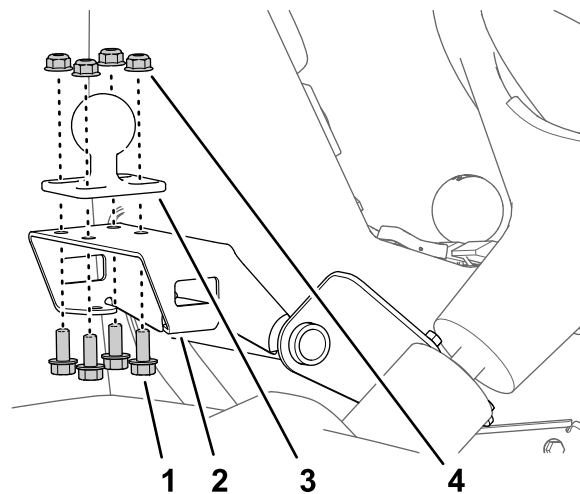

Figura 163
- Monte el soporte de bola en el soporte del monitor (**Figura 163**) con los 4 pernos con arandela prensada (5/16" x 3/4") y 4 contratuercas con arandela prensada (5/16").